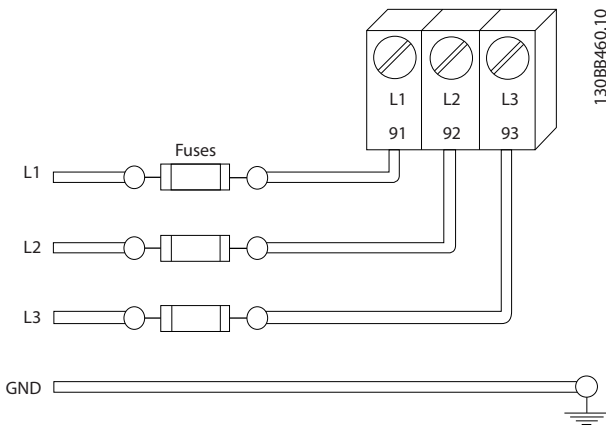

Abbildung 2.4 Sicherungen für Frequenzumrichter
- Versehen Sie alle Frequenzrichter mit Kurzschluss- und Überlastschutz. Dieser Schutz wird durch Sicherungen am Eingang gewährleistet, siehe *Abbildung 2.4*. Wenn die Sicherungen nicht Bestandteil der Lieferung ab Werk sind, muss sie der Installateur als Teil der Installation bereitstellen. *10.3.1 Schutz* zeigt die maximalen Nennwerte der Sicherungen.
- Versehen Sie alle Frequenzumrichter mit Kurzschluss- und Überlastschutz. Dieser Schutz wird durch Sicherungen am Eingang gewährleistet, siehe *Abbildung 2.4*. Wenn die Sicherungen nicht Bestandteil der Lieferung ab Werk sind, muss sie der Installateur als Teil der Installation bereitstellen. *10.3.1 Schutz* zeigt die maximalen Nennwerte der Sicherungen.